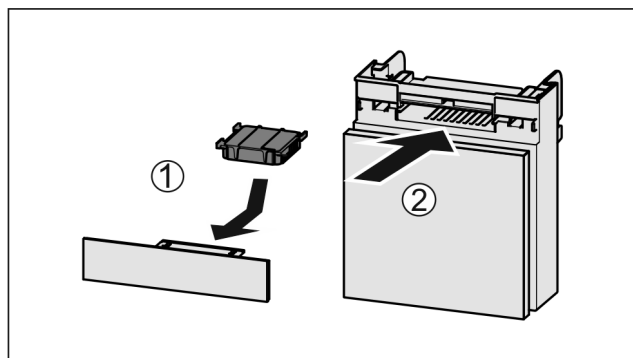

Fig. 127
- ▶ Introduceți Fig. 127 (1) filtrul de cărbune activ după cum se vede în figură.
- ▶ Împingeți Fig. 127 (2) compartimentul în interior.